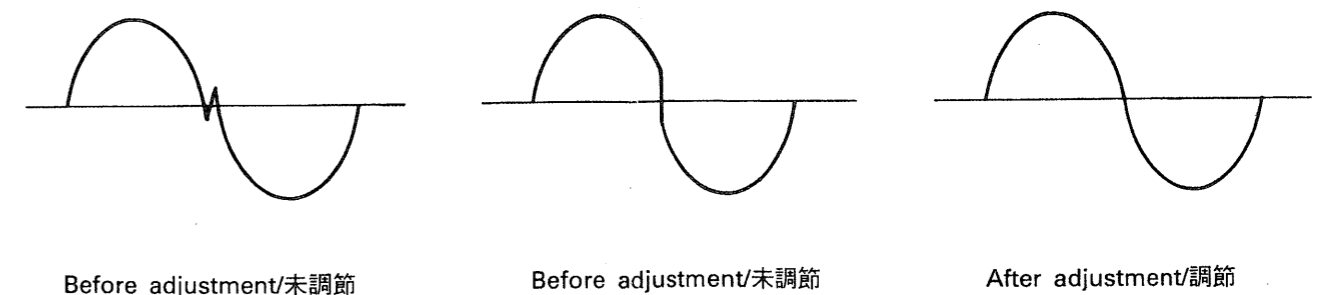

Fig. 1/図1
- c). Looking at the oscilloscope, turn the corresponding semi-variable resistor (VR 1 = L channel, 2 = R channel. Positions are shown in Fig. 2) (P. 20) on the main board until the waveform as shown in Fig. 1 appears.
- c). オシロスコープを見ながら、図1の様な波形になるように、MAIN BOARD上の半固定 (VR 1 = Lch, VR 2 = Rch, 位置は、図2参照) (P. 20) を回して調整して下さい。